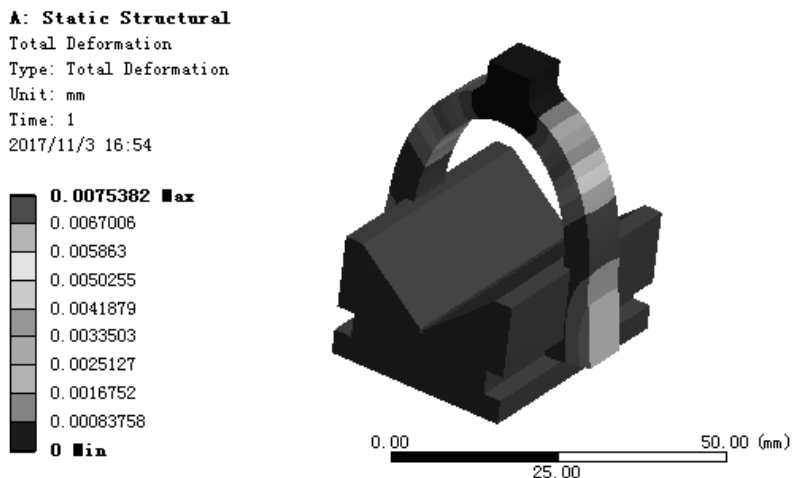

图 7.6.20 位移变形结果图解
(3) 查看位移结果图解。在“Outline”窗口中选中  **Total Deformation**，查看图 7.6.20 所示的位移变形结果，其最大位移为 0.0075382 mm。